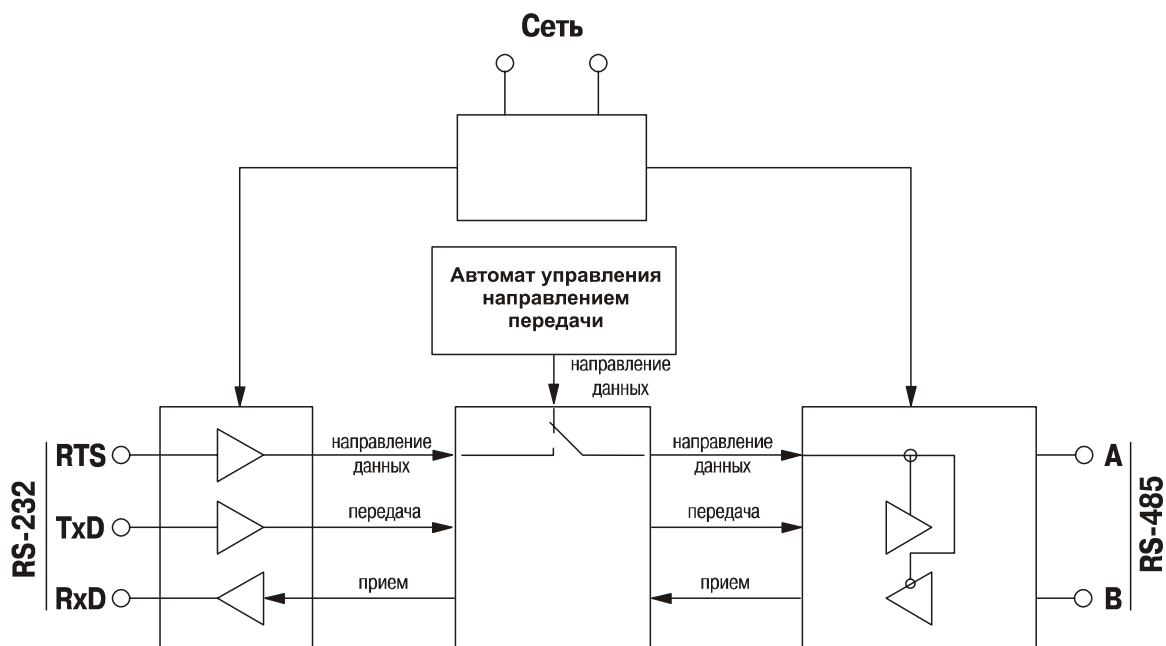

Рис. 1
2.4.3. Адаптер представляет собой двунаправленный преобразователь сигналов интерфейсов RS-232 и RS-484. Функциональная схема прибора приведена на рис. 1.